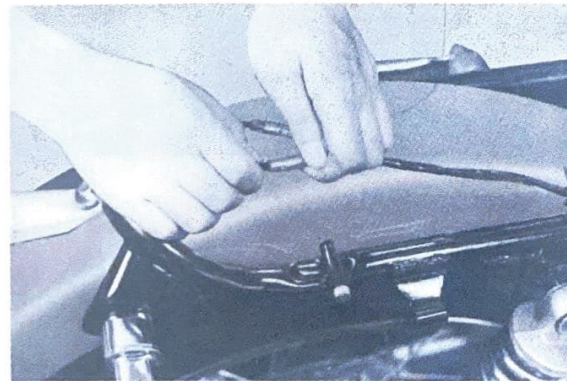

Fig. 49
2. Pass the flasher light lead wire through the clamp, and connect to the wire of identical color inside the connector cover located on the rear fender. Then thread it through the connector cover, together with the taillight lead wire. (Fig. 49)
2. Passer les fils des clignoteurs dans la pince, et les raccorder aux fils de couleur identique aboutissant au boîtier de connexion prévu sur le garde-boue arrière. Ensuite, repasser tous les connecteurs, y-compris celui du fil de feu arrière, à l'intérieur du boîtier de connexion. (Fig. 49)